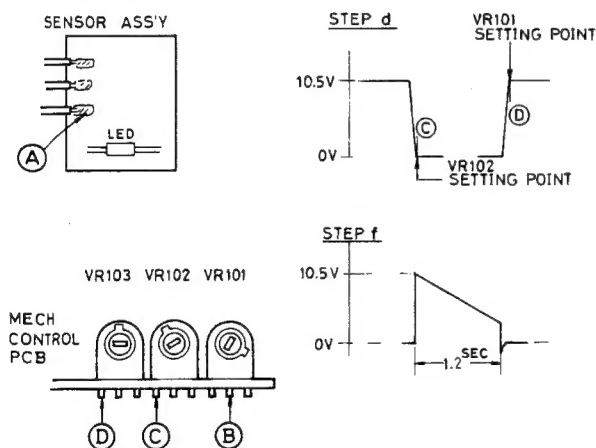

Fig. 3
Chacune de ces valeurs indique la position de réglage de la came de contact des potentiomètres, vu de côté, comme illustré sur la Fig. 3.
- b. Vérifier la tension du circuit: lorsqu'un courant de 13-16 VDC est appliqué à partir de l'alimentation, la tension d'émetteur du transistor X102 doit être de 11,5-12 VDC (mesurée au point A sur le montage détecteur). (Fig. 3).
Each specifies the preset position of wiper of pot as seen from the side shown in Fig. 3.
- b. Check the voltage across the circuit: When 13-16 VDC is applied from the power supply, the emitter voltage of transistor X102 should be 11.5-12 VDC (as measured at point A on the sensor assembly). (Fig. 3) At the same time, confirm that the LED on the sensor assembly is glowing.